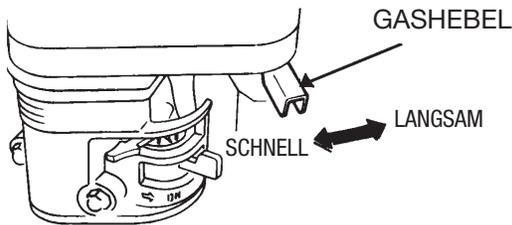

Abb. 45. Gashebel
1. Den **Motorgashebel** (Abb. 45) auf **LANGSAM** stellen. Die Motordrehzahl verringert sich hörbar. Den Motor zur ausreichenden Kühlung 2 bis 3 Minuten laufen lassen.
2. Den **Motorgashebel** (Abb. 45 bzw. 50) auf **LANGSAM** stellen. Die Motordrehzahl verringert sich hörbar. Den Motor zur ausreichenden Kühlung 2 bis 3 Minuten weiterlaufen lassen.